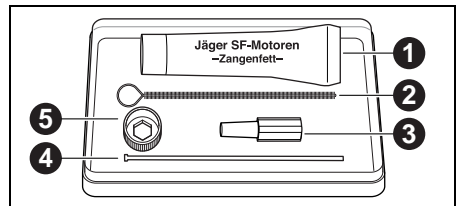

Fig. 11 Serviceset voor Jäger-spil
- ▷ De buitenste kegel van de spantang licht insmeren met het in de set opgenomen tangenvet ([1] in afbeelding 11 op pagina 18). Dit verbetert het glijvermogen en verhoogt de spankracht van de spantang.